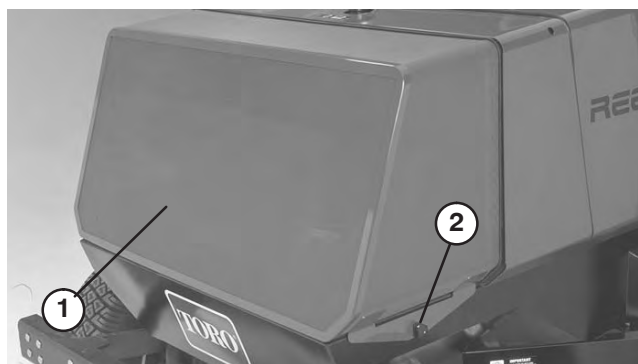

Figure 36
2. Enlevez les boutons qui fixent la protection arrière au châssis et déposez la protection (Fig. 36).